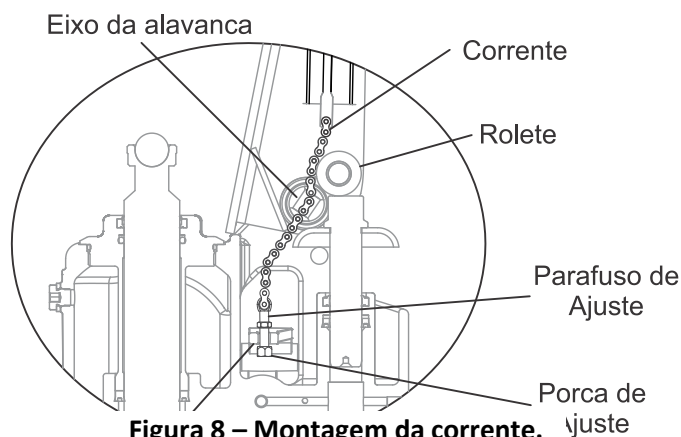
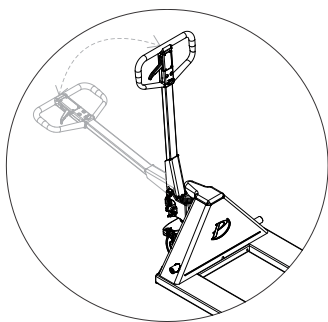

Figura 8 – Montagem da corrente.
Figura 9 – Bombeamento.
- c) Mantenha o Acionador manual pressionado para cima, na posição “ABAIXAR”, e então passe a porca de ajuste e o parafuso de ajuste pelo furo do Eixo da alavanca(3) com as mãos (Figura 8).
Obs.: Mantenha a porca de ajuste debaixo do Desativador. (Figura 8)
- c) Mantenga el Accionador manual presionado hacia arriba, en la posición "ABAJAR", y luego pase la tuerca de ajuste y el tornillo de ajuste por el agujero del Eje de la palanca (3) con las manos (Figura 8).
- Obs.: Mantenga la tuerca de ajuste debajo del Desactivador. (Figura 8).
- Se na ação de bombeamento (abaixar e levantar a alavanca, figura 9), os garfos subirem enquanto estiver na posição **NEUTRO**, aperte a porca de ajuste (figura 8), girando no sentido horário até quando o garfo parar de subir, e a posição **NEUTRO** funcionar corretamente.
- a) Si en la acción de bombeo (bajar y levantar la palanca, figura 9), las horquillas suben mientras está en la posición **NEUTRO**, apriete la tuerca de ajuste (figura 8), girando en el sentido de las agujas del reloj hasta que la horquilla deje de subir, y La posición **NEUTRO** funciona correctamente.*